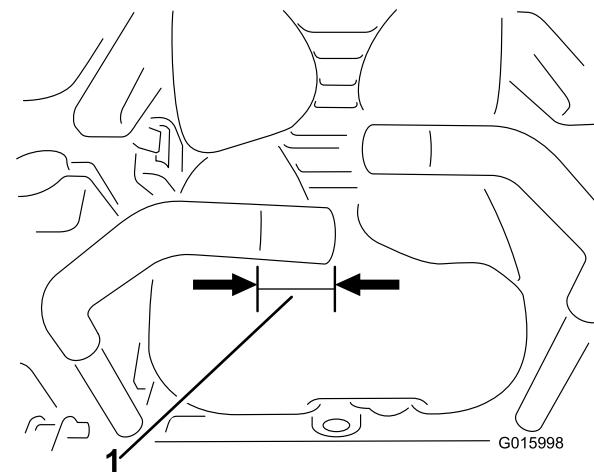

Bild 12
1. Schneiden Sie 40 mm vom rechten Fahrantriebshebel ab, um die Adapterschalterbefestigung einzubauen (Bild 12).